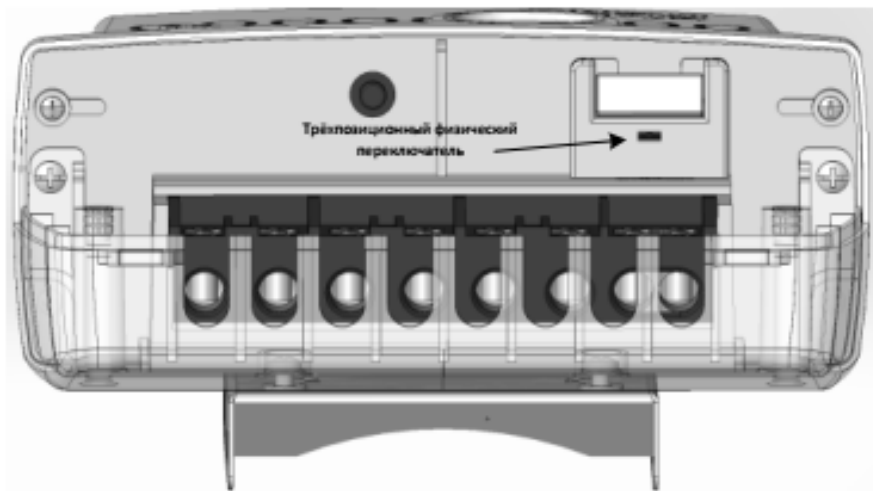

Рисунок 8 – Исполнения счетчиков СЕ308 С36 с трехпозиционным переключателем
- световой индикатор функционирования «СЕТЬ» (1);
- один световой индикатор учета активной энергии (А) и один световой индикатор учета реактивной энергии (R) (2);
- элементы оптического порта (3);
- трехпозиционный физический переключатель, см. рисунок 8;
- крышка зажимов (4).